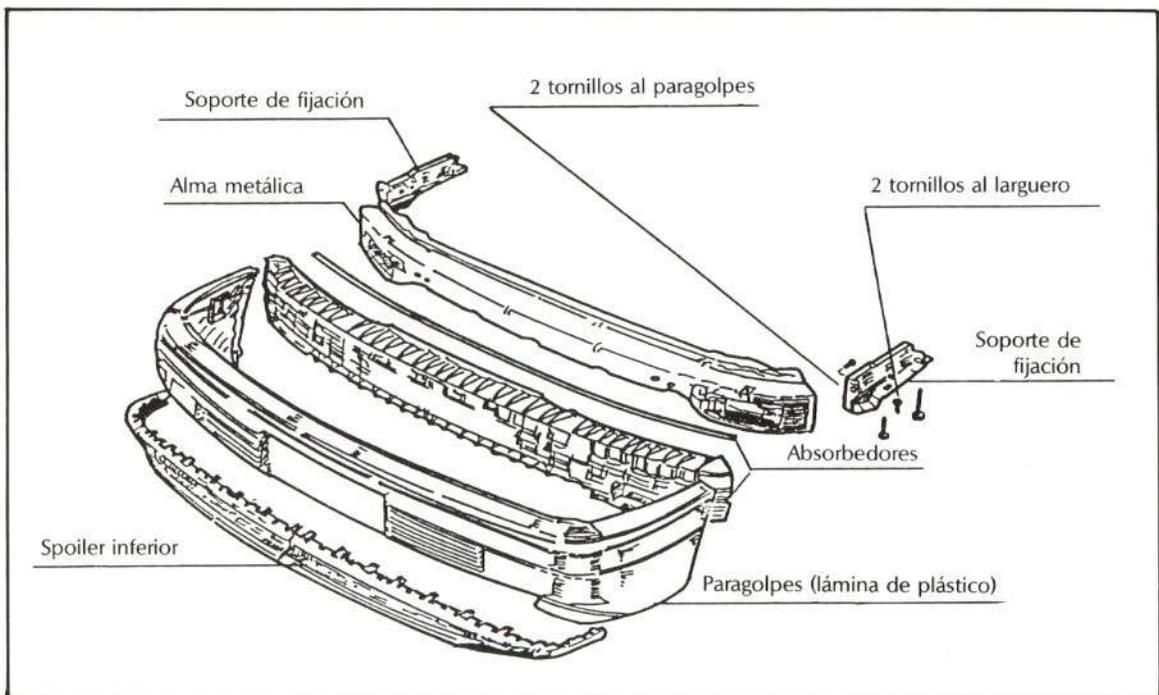

FIGURA 2.—Elementos del paragolpes y su fijación a la carrocería.
- La fijación del paragolpes delantero a la carrocería se detalla en la figura 2. Este elemento se puede adquirir completo, compuesto por lámina de plástico, alma metálica y soportes. Su parte inferior, formada por spoiler frontal se comercializa independientemente suministrándose en medias piezas.